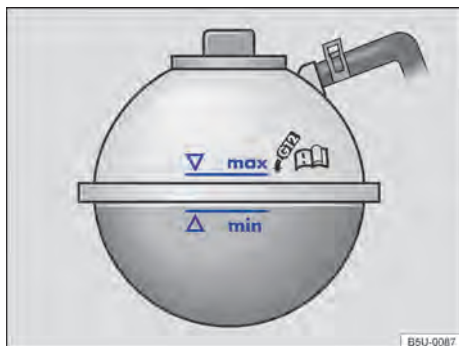

Fig. 129 No compartimento do motor: marcação no reservatório de expansão do líquido de arrefecimento do motor.
- Com o motor frio, verificar o nível do líquido de arrefecimento do motor pela marcação lateral do reservatório → Fig. 129.
- O nível do líquido de arrefecimento do motor deve permanecer dentro da marcação do reservatório → Fig. 129. **Não completar acima da marca "max"** → .
- Completar com líquido de arrefecimento do motor somente até a marca “max” → Fig. 129. Caso contrário, ao aquecer-se, o líquido excedente será expulso do sistema de arrefecimento do motor e poderá causar danos.